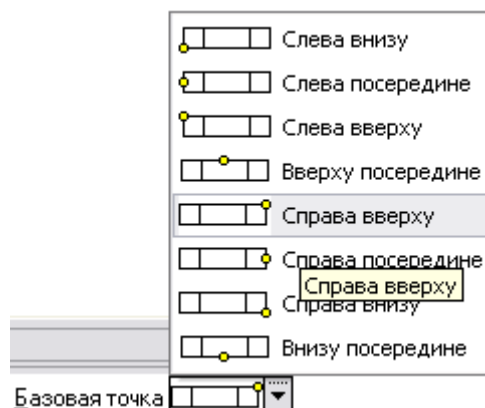

Рисунок 12.6 Выбор базовой точки
2. Из раскрывающегося списка **Базовая точка** на Панели свойств выберите вариант **Справа вверху** (рисунок 12.6).